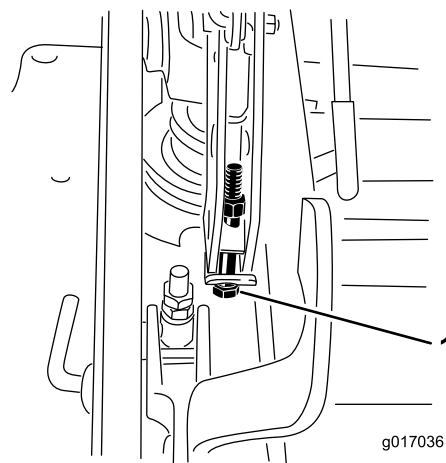

Figura 111
12. Si la carcasa está demasiado baja, apriete el perno del ajuste de un solo punto girándolo en el sentido horario. Si la carcasa está demasiado alta, afloje el perno del ajuste de un solo punto girándolo en sentido antihorario (Figura 111).